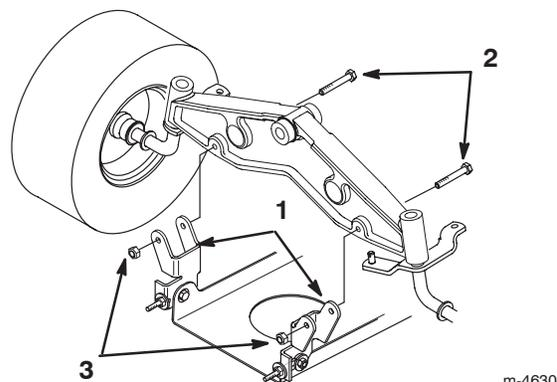

Figure 42
4. Fixez les supports de pivots du plateau de coupe à l'essieu avant à l'aide des boulons et des contre-écrous (Fig. 42).